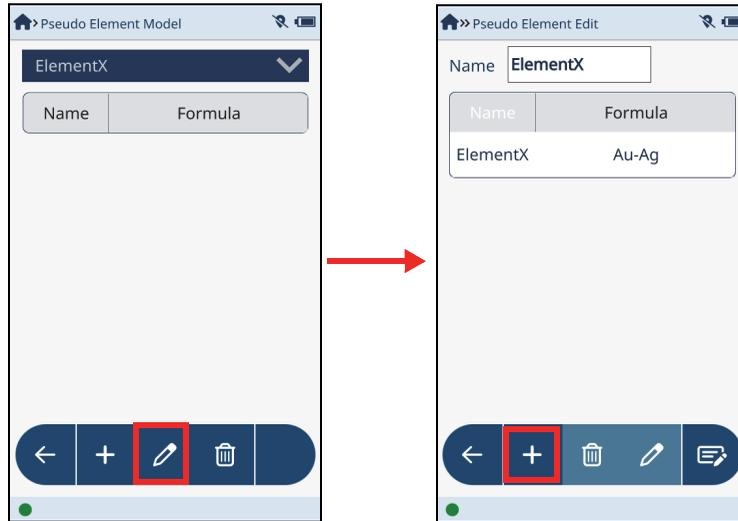

图 2-50 伪元素模型屏幕（左图）和伪元素编辑屏幕（右图）
2. 点击**Edit**（编辑）按钮（），显示**Pseudo Element Edit**（伪元素编辑）屏幕（参见第63页的图 2-50）。
现在新添加的伪元素出现在相关的元素模型中（参见第63页的图 2-50，右图）。